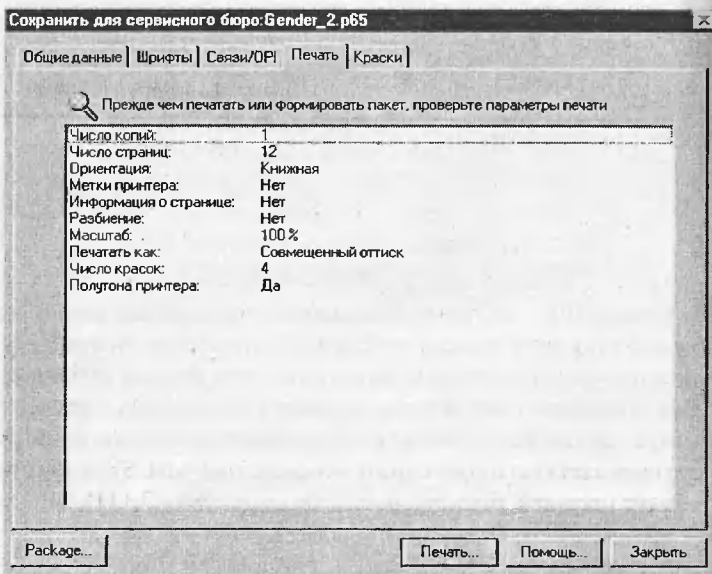

Рис. 2.109. Вкладка *Печать* диалогового окна
- *Печать* – на этой вкладке приводится вся информация о параметрах печати публикации (см. рис. 2.109);